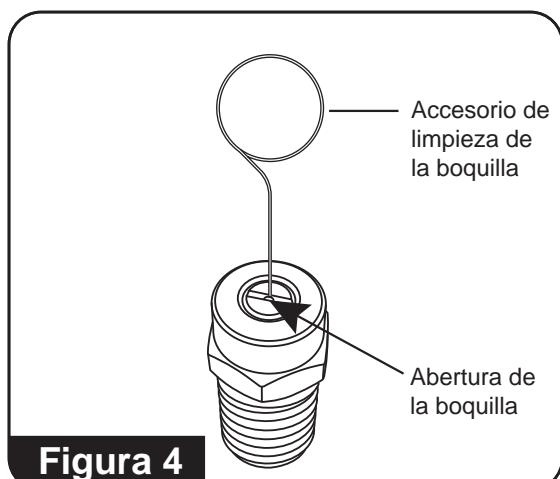

Figura 4
4. Con el accesorio de limpieza de la boquilla, libere cualquier material que obstruya o restrinja las aberturas de la boquilla. **(Consulte la figura 4)**